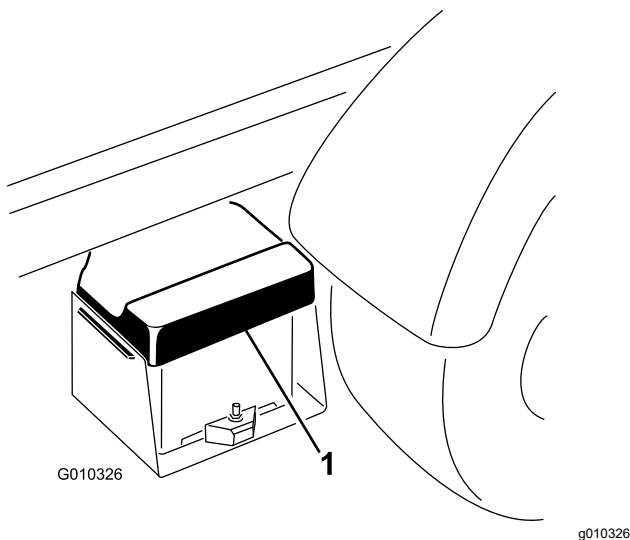

Bild 42
1. Drücken Sie die Batterieabdeckung zusammen, um die Nasen aus dem Batterieunterteil zu lösen, und nehmen Sie die Batterieabdeckung vom Batterieunterteil ab (Bild 42).